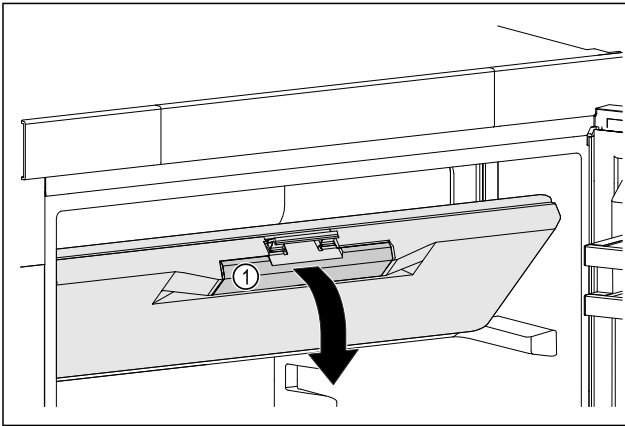

Fig. 43
- ▶ Vriesvakdeur aan de verzonken grepen Fig. 43 (1) vastpakken.